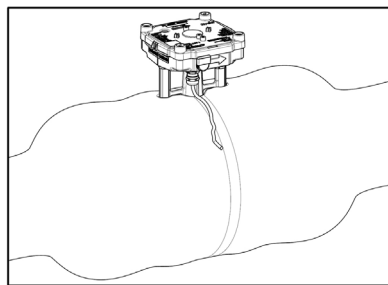

Fig. 1: livello max. di isolamento termico
- In caso di isolamento termico, la nervatura in alluminio del comparto elettronico deve essere visibile (vedi fig. 1).